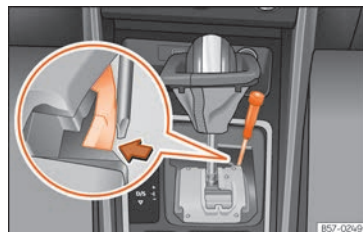

Fig. 54 Palanca selectora: desbloqueo de emergencia en la posición de aparcamiento.
- Con ayuda de un destornillador, presione lateralmente la pestaña amarilla de desbloqueo y manténgala presionada » » » fig. 54 .